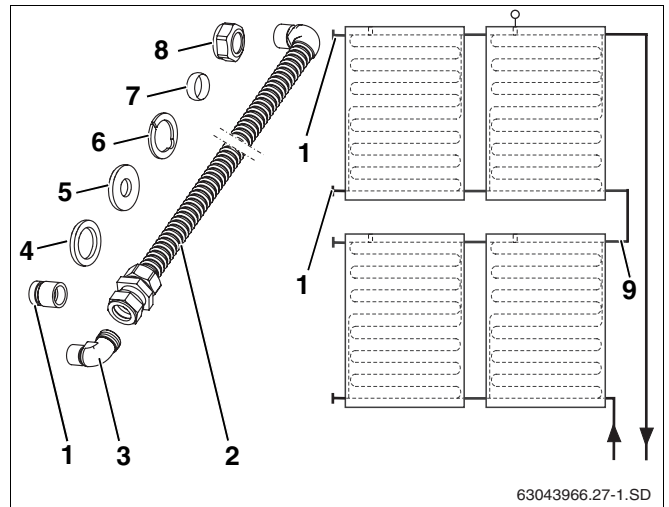

Fig. 59 Apresentação esquemática e conteúdo do fornecimento
O conjunto de ligação está disponível como acessório (fig. 59, **item 9**) fazendo a ligação de duas filas de colectores.
Conteúdo do fornecimento (fig. 59)
Feche as ligações de colector não utilizadas com tampas de fecho (fig. 59, **item 1**, veja o capítulo 6.1.2 "Instalar as tampas de fecho", página 28).